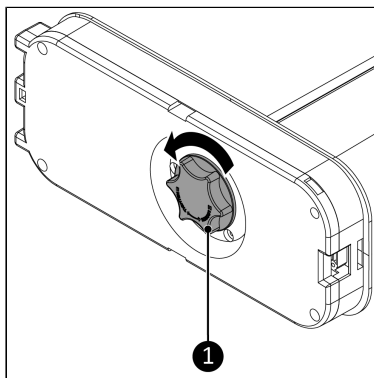

Figure 51.
1. Retirez la vis de sécurité du socle (Figure 51, pos. 1) de l'appareil.